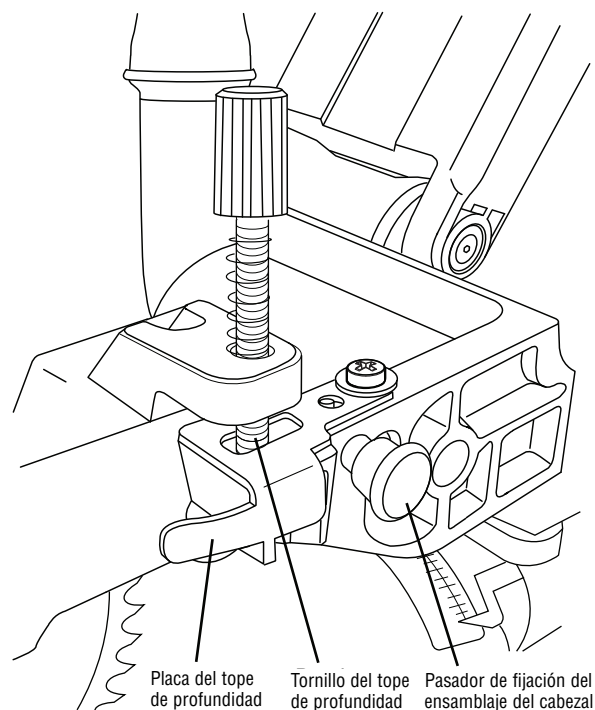

Figura 16
1. Cuando haga cortes de profundidad completa normales, empuje la placa del tope de profundidad hacia dentro, hacia el cabezal de la sierra (vea la figura 16). Esto permitirá que el tornillo del tope de profundidad pase a través del agujero de la placa.